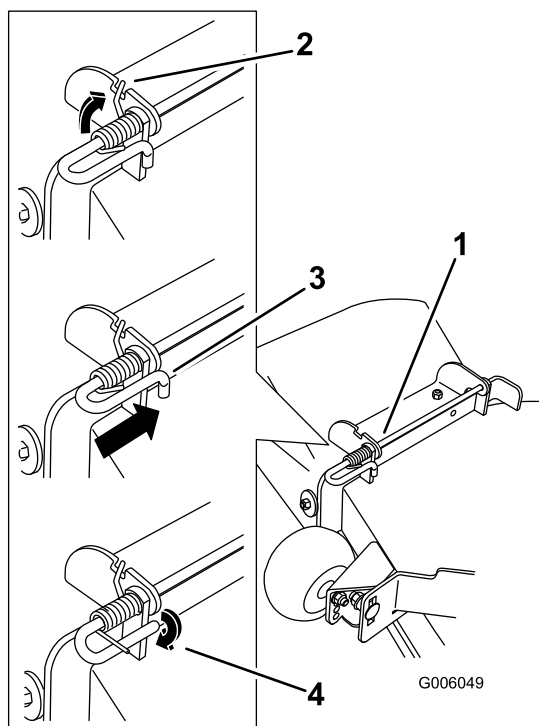

Bild 77
4. Heben Sie das lange Ende der Feder an und setzen es in die Kerbe an der Ablenkblechhalterung (Bild 77).
5. Befestigen Sie die Stange und Feder, indem Sie diese so drehen, dass das kurze Ende der Stange hinter die vordere Halterung passt, die an das Mähwerk geschweißt ist (Bild 77).